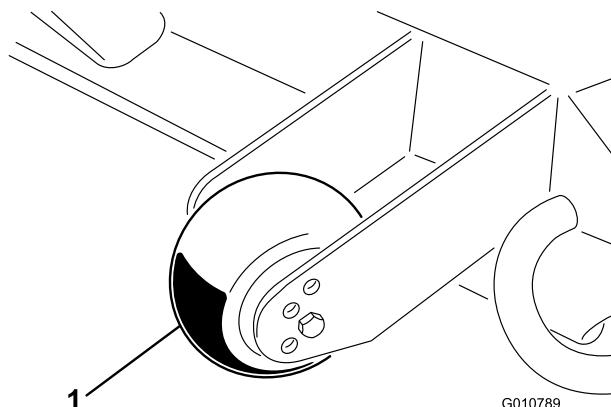

Figura 11
- Retire el tornillo de caperuza y la tuerca que fijan la rueda niveladora a los soportes de la unidad de corte (Figura 11).